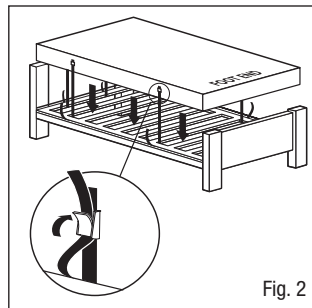

Fig. 2
3. Sikre madrassen til sengen ved å bruke de justerbare stroppene - før stroppene rundt sengens base og sikre med spennene (Fig. 2), som gir rom for bevegelige deler på elektriske senger. Dette er viktig da det stopper madrassen fra å løsne fra sengen og føre til mulig skade til pasienten. Et stroppeforlengerset er tilgjengelig for bruk med kontinentalsenger (delenummer 11062).